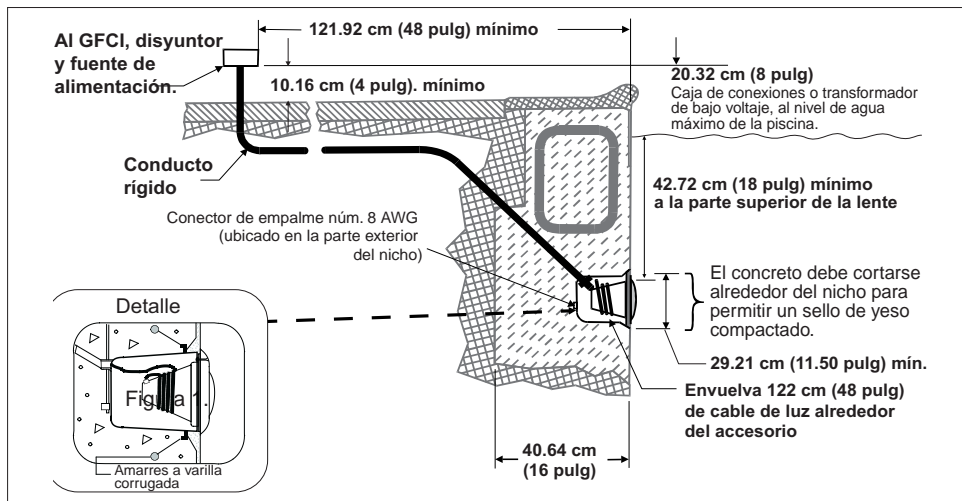
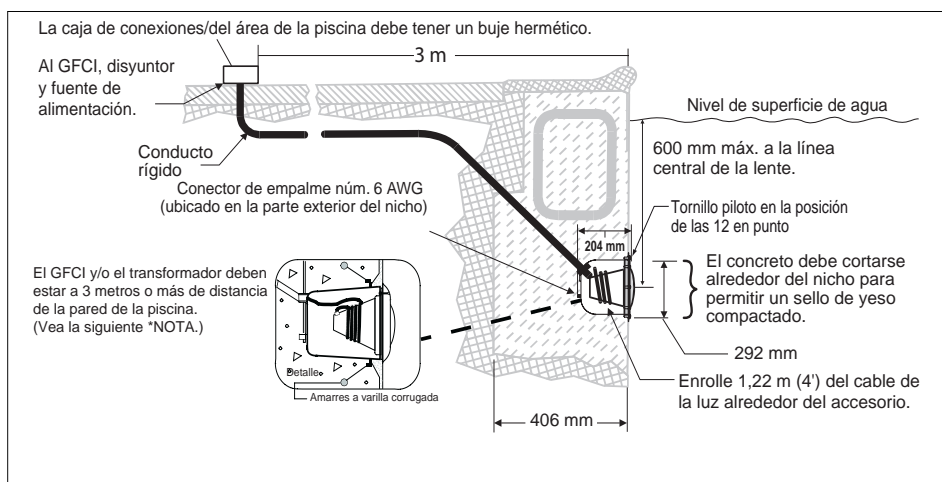

Figura 3, Estados Unidos
Figura 4, CANADÁ
- La caja de conexiones (o, para los modelos de 12 volts, el transformador de bajo voltaje) debe ubicarse por lo menos a 20.3 cm (8 pulgadas) sobre la línea de nivel máximo de agua y al menos 10.2 cm (4 pulgadas) por debajo del nivel del suelo o del área de la piscina, lo que proporcione la mayor elevación. La caja de conexiones no deberá estar a menos de 1.219 m (48 pulgadas) de distancia de la pared interior de la piscina, a menos que esté separada de ésta por un cerco sólido, una pared u otra barrera permanente. Vea la figura 3 de la página 9.
- Empalme la carcasa del accesorio de nicho a todos los demás elementos metálicos a menos de 1.53 m (5 pies) de distancia de la piscina, usando un cable de unión No. 8 AWG. La conexión de empalme se encuentra en la parte trasera del nicho, vea la figura 3 en la página 9.
- El nicho húmedo está instalado correctamente de modo que el borde de la lente de la luz subacuática queda al menos unas 45.7 cm (18 pulgadas) por debajo de la superficie del agua en la piscina; vea la figura 3 de la página 9.
- Si se usa un conducto no metálico, hay que instalar cable de empalme/conexión a tierra No. 8 AWG mediante el conducto de la caja de uniones, hasta la tuerca de empalme/conexión a tierra dentro del nicho. Selle la conexión del cable/tuerca con un sellador listado, como por ejemplo un sistema de revestimiento o encapsulamiento de epoxi de dos componentes listado en UL o su equivalente, para proteger la conexión de una posible corrosión del agua de la piscina. Vea la figura 3 de la página 9.
6. Deje al menos 1,22 m (4') de cable para enroscar alrededor del accesorio de luces. Vea la Figura 3 de la página 9. Estos 1,22 m (4') de cable enroscados alrededor de la luz permiten hacer el mantenimiento de las luces después de que la piscina está llena de agua.
8. Pele 1.27 cm (6") de la vaina externa del cable para dejar expuestos los tres conductores aislados (tenga cuidado de no dañar el aislamiento de los tres (3) conductores internos). Pele 1,27 cm (1/2") del aislamiento de los tres conductores. Procure no dañar el conductor de cobre.
**ANTES DE COMENZAR: los pasos 1-7 que siguen (páginas 9 y 10) describen las tareas que debe realizar el electricista antes de instalar el accesorio de luces IntelliBrite. Vea el diagrama de la figura 3 en la página 9.**
- La caja de conexiones (o, para los modelos de 12 volts, el transformador de bajo voltaje) debe ubicarse por lo menos a 20.3 cm (8 pulgadas) sobre la línea de nivel máximo de agua y al menos 4 pulgadas por debajo del nivel del suelo o del área de la piscina, lo que proporcione la mayor elevación. La caja de conexiones no deberá estar a menos de 1.219 m (48 pulgadas) de distancia de la pared interior de la piscina, a menos que esté separada de ésta por un cerco sólido, una pared u otra barrera permanente. Vea el requerimiento del código NEC 680.24. Vea la figura 3 de la página 9.
- Empalme la carcasa del accesorio de nicho a todos los demás elementos metálicos a menos de 1.524 m (5 pies) de distancia de la piscina, usando un cable de unión No. 8 AWG. La conexión de empalme se encuentra en la parte trasera del nicho, vea la figura 3 en la página 9.
- Hay que instalar correctamente el nicho de modo que el orificio del tornillo piloto esté en la posición de las 12 en punto y que la línea central de las lentes de la luz subacuática esté a una profundidad máxima de 600 mm por debajo de la superficie del agua en la piscina; vea la figura 4 de la página 9.
- Si se usa un conducto no metálico, hay que instalar cable de empalme/conexión a tierra No. 8 AWG mediante el conducto de la caja de uniones, hasta la tuerca de empalme/conexión a tierra dentro del nicho. Selle la conexión del cable/tuerca con un sellador listado, como por ejemplo un sistema de revestimiento o encapsulamiento de epoxi de dos componentes listado en UL o su equivalente, para proteger la conexión de una posible corrosión del agua de la piscina. Vea la figura 4 de la página 9.
1. Tienda el cable de luz a través del conducto hasta la caja de conexiones; deje al menos cuatro (4) pies de cable en el accesorio de luz para enrollarlos alrededor de la luz (esto permite reparar la luz una vez que se llene la piscina de agua). Vea la figura 3 (Estados Unidos) y la figura 4, (Canadá solamente) que se muestran a continuación.